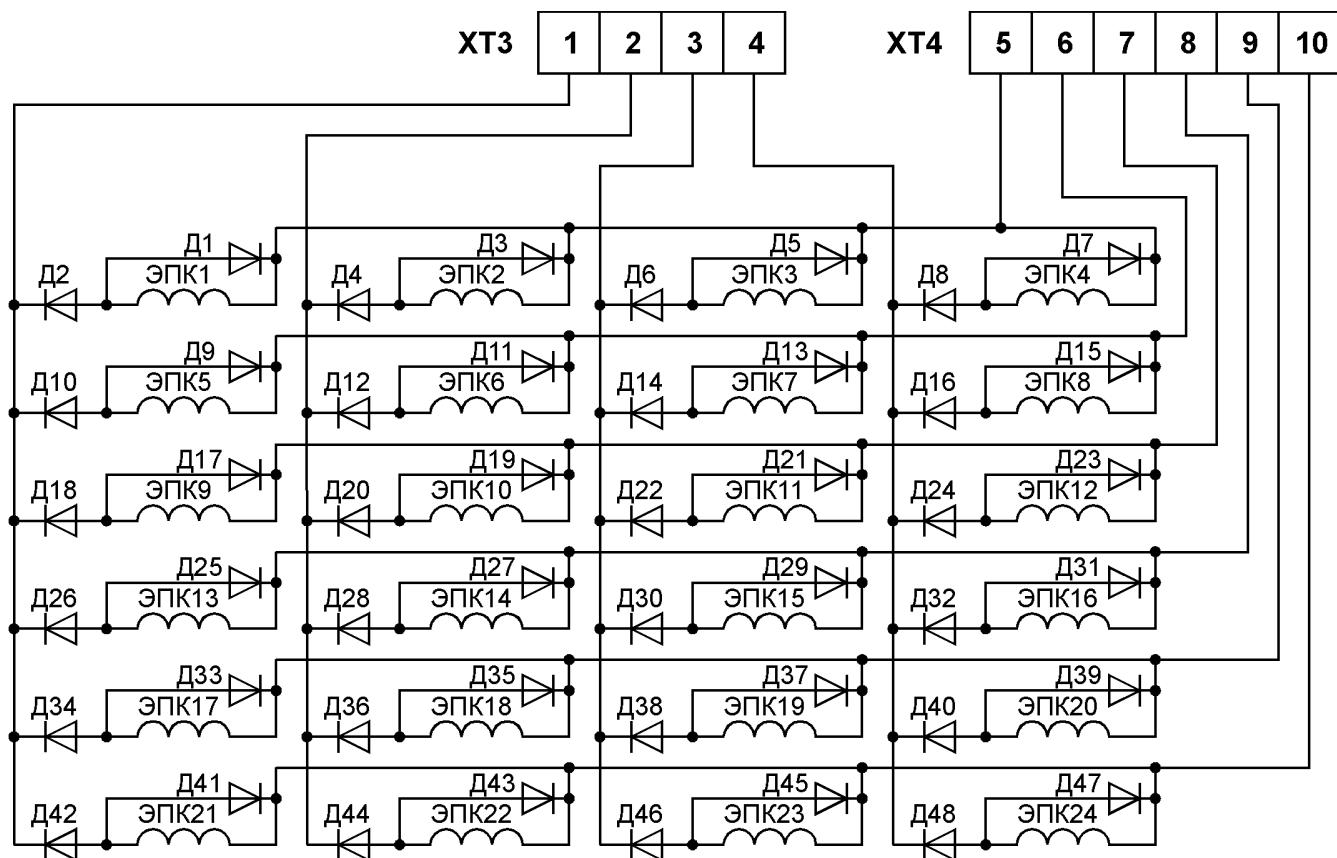

Рис. 3. Схема подключения ЭПК.
На рис. 3 показана схема подключения ЭПК. Их нумерация соответствует порядку включения. При верхнем (по схеме) положении перемычки JP1 работают ЭПК1...ЭПК8, при нижнем - ЭПК1...ЭПК16. Если перемычка JP1 не установлена, то поочередно управляются все 24 ЭПК.
7.3. ЭПК подключаются к клеммам 1 - 10 блока (при количестве каналов - 24), либо к клеммам 1 - 8 (при количестве каналов - 16), либо к клеммам 1 - 6 (при количестве каналов - 8) согласно рис. 3.